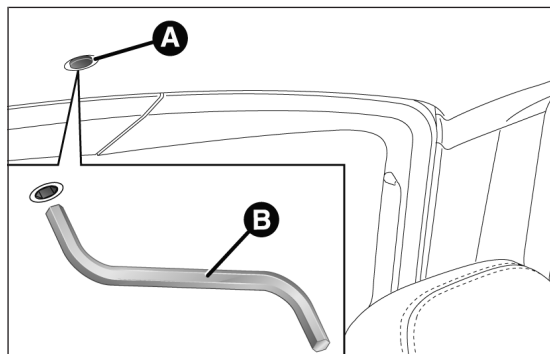

fig. 70
- retirer le bouchon de protection A fig. 70 qui se situe sur le revêtement intérieur ;